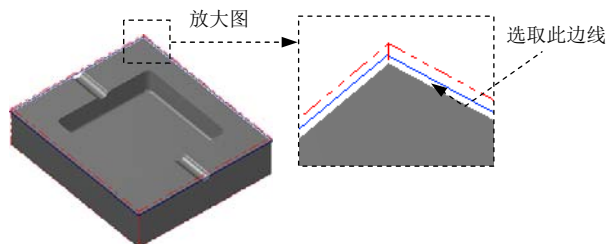
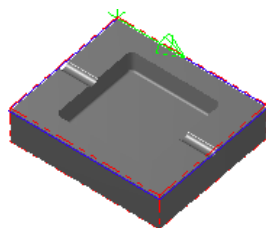

图 11.6 选取区域
图 11.7 定义区域
Step3. 设置加工区域。在图形区中选取图 11.6 所示的边线，系统自动选取图 11.7 所示的边链。单击 按钮，完成加工区域的设置，同时系统弹出“2D 刀具路径-平面铣削”